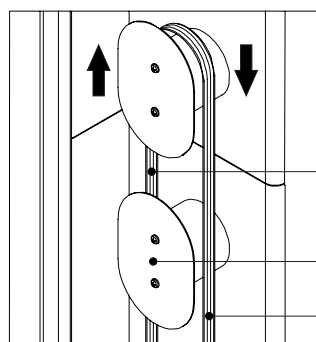
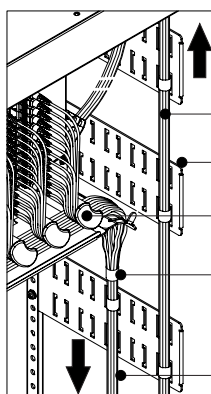

Figura 10D
Figura 11C
7. Passe os cordões pela parte de trás do tubo guia e retorne os cordões pela parte frontal do tubo guia. Utilize a tabela 3 (página 30) para a definição do tubo guia a ser utilizado de acordo com a posição do Sub-Rack (veja figura 10D).
5. Fixe os cordões nos demais guias laterais, conduzindo-os até o último guia lateral do Rack FTH-600 (veja figura 11C).
6. Encaminhe os cordões pela parte traseira do guia inferior de cabos (item 2), passando pela Curva Guia de cabos (item 3) até o tubo guia (item 4).
7. Passe os cordões pela parte de trás do tubo guia e retorne os cordões pela parte frontal do tubo guia. (veja figura 10D, página 28).